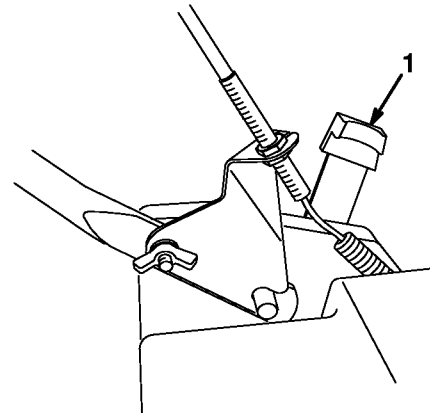

Figure 20
1. Pour changer la hauteur de coupe, tirer le levier de réglage en direction de la roue et l'amener sur la position désirée (Fig. 20).